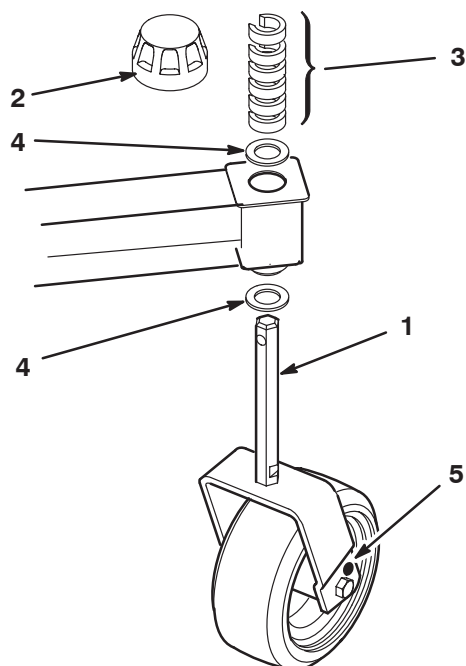

Bild 11
1. Nehmen Sie die Spannkappe von der Spindelwelle ab (Bild 11).
2. Entfernen Sie C-förmige Distanzstücke am schmalen Teil der Spindelwelle (oder legen Sie Distanzstücke auf) unter dem Laufradarm, um die gewünschte Schnitthöhe zu erhalten (Bild 11). Die Druckscheiben (nicht die Distanzstücke) müssen den Laufradarm oben und unten berühren.
3. Bringen Sie die Spannkappe an, um die Teile zu befestigen (Bild 11).